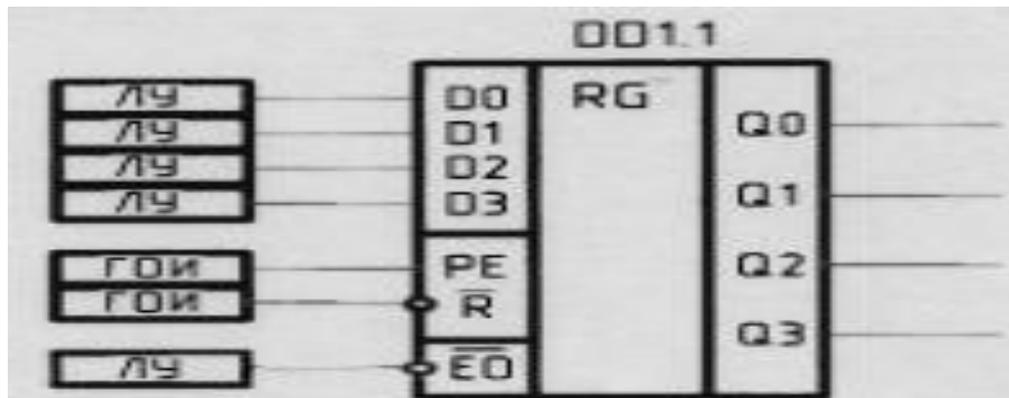

Рис. 2. Исследование четырехразрядного буферного регистра К1533ИР34
- исследуется четырехразрядный буферный регистр (рис.2);